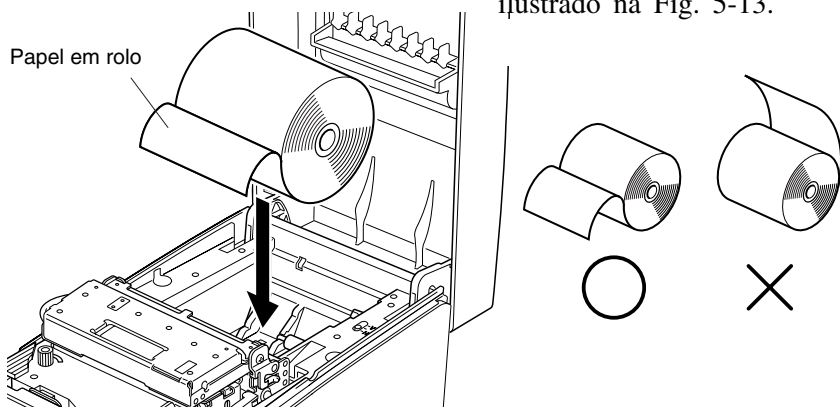

Fig. 5-13 Definir o papel
- 4 Observando simultaneamente a direcção do rolo, coloque o rolo de papel no espaço vazio conforme ilustrado na Fig. 5-13.